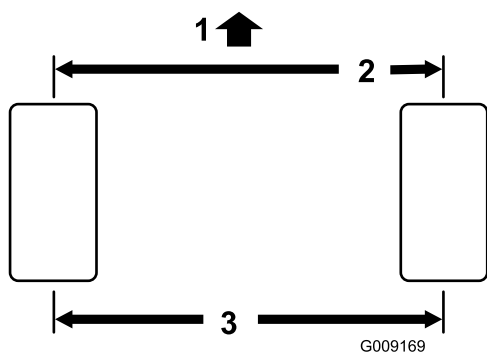

Рисунок 90
**Примечание:** Регулировка сходжения задних колес правильная, если разница между результатами измерений на передней и задней сторонах шин не превышает 6 мм (Рисунок 90).